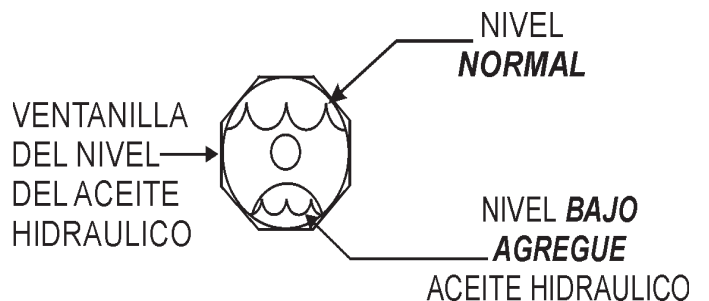

Figura 13. Ventanilla del aceite hidráulico
2. Visualmente inspeccione la ventanilla del nivel del aceite (Figura 13) localizado al lado derecho del tambor delantero. Para una operación normal, el nivel de aceite debe estar abajo del tope y arriba del fondo de la ventanilla. **¡NO SOBRELLENE!**